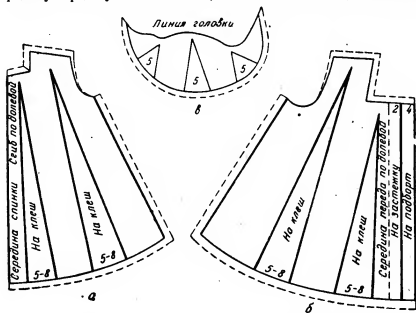

Рис. 156. Подготовка выкройки платья клеш с рукавом «крылышко» к раскрою:
**Спинка.** При раскладке выкройки на ткани (рис. 156, а) спинку укладывают так, чтобы ее середина была по долевой нити
Полочка. При раскладке выкройки на ткани (рис. 156, б) середину переда укладывают так, чтобы она была по долевой нити
Рукав. Середину рукава по линии разреза отодвигают на 5 см так, чтобы она была по долевой нити (рис. 156, в). Каждую разрезанную часть правой и левой стороны рукава отодвигают на 3 или 5 см.